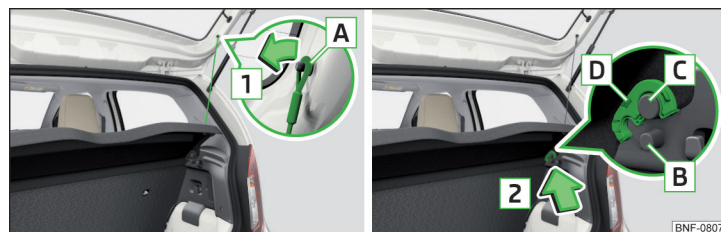

Fig. 76 Scoaterea măștii portbagajului
Dacă benzile de susținere **A** » fig. 76 sunt agățate de capota portbagajului, la deschiderea capotei se ridică și masca portbagajului (denumită în continuare doar mască).
➤ Rabatați în sus masca și blocați-o pe ambele laturi ale capotei portbagajului în bolțurile **B** » fig. 76.
➤ Rabatați masca ridicată în jos. Masca se desprinde din bolțurile **B** » fig. 76.
➤ Desprindeți benzile de susținere **A** de pe ambele părți ale capotei portbagajului, în sensul săgeții **1** » fig. 76.
- › Poziționați elementele de prindere [D] de pe mască deasupra bolțurilor [C] » fig. 76.